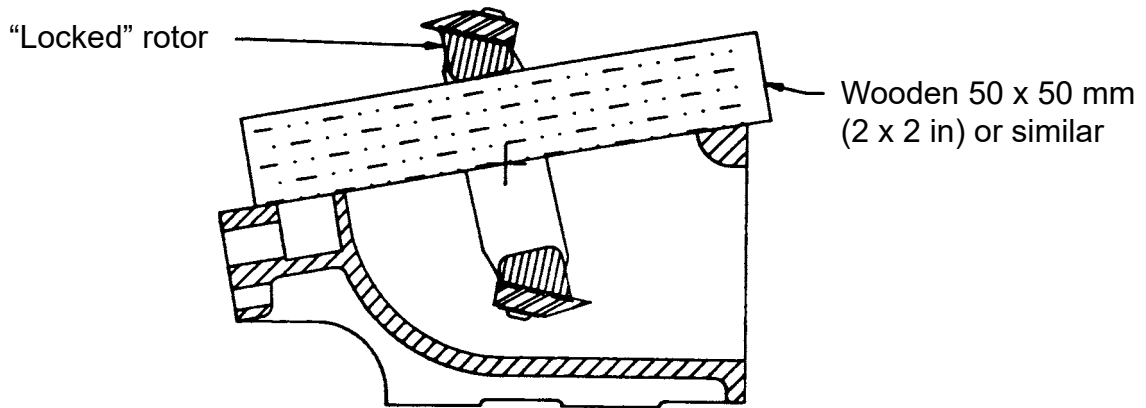

FIG.2
Entfernen Sie den Granulator-Deckel (Abb. 2), indem Sie die vier (4) Schlitzschrauben aus Messing und die vier (4) Tellerfedern entfernen. Heben Sie den Deckel von den beiden (2) Führungszapfen am Boden ab (Abb. 1 und 14), und legen sie den Deckel verkehrt herum zur Seite. Lösen Sie die beiden versenkten, das Lochblech sichernden Stellschrauben, die sich auf der Austrittsseite des Granulators befinden.
Reinigen Sie alle Fügeflächen des Deckels (Abb. 2) und des Unterteils (Abb. 1). Nutzen Sie die beiden (2) Führungszapfen zur korrekten Ausrichtung, platzieren Sie den Deckel auf dem Unterteil – vergewissern Sie sich, dass die Fügeflächen vollständig und ohne "Wackeln" aufeinander liegen. Befestigen Sie die vier (4) Schlitzschrauben aus Messing und die Tellerfedern. Um zu vermeiden, dass sich der Cutter verformt, oder der Rotor „schleift“, montieren Sie bitte nur Deckel mit Unterteilen der gleichen Seriennummer (Deckel und Unterteile dürfen nicht vertauscht werden). Die Halteschiene (Abb. 8) verhindert, dass das Lochblech rotiert, falls die Schrauben nicht, oder nur unzureichend angezogen wurden.
Temporarily lock rotor (item 3) by placing a wooden 50 x 50 mm (2 x 2 in) or similar through one of the rotor openings, spanning the face of cutter/granulator base (FIG.2).
Clean rust and dirt from serrations of knives and rotor. Fasten knives to rotor in equivalent serrations (so that knife edges rotate on same arc - nominally 171.5 mm (6 3/4")) using eight button head cap screws and eight disc springs (items 12 and 16). Lock rotor using wooden 50 x 50 mm (2 x 2 in) (FIG. 2) and tighten screws with 25 Nm/16.5 ft-lb (40 Nm/29 ft-lb for MC 5000).